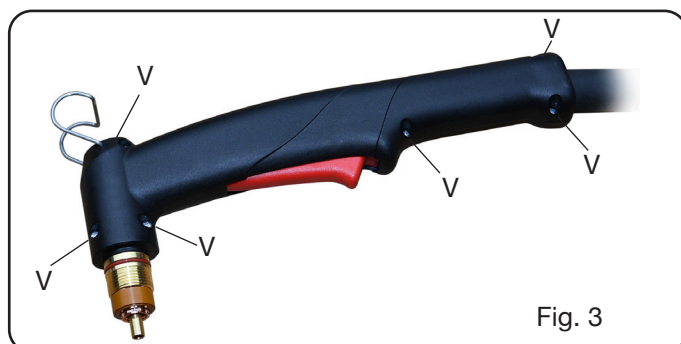
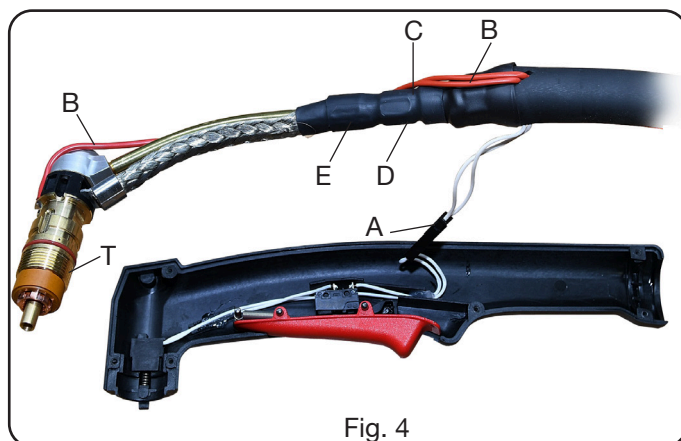
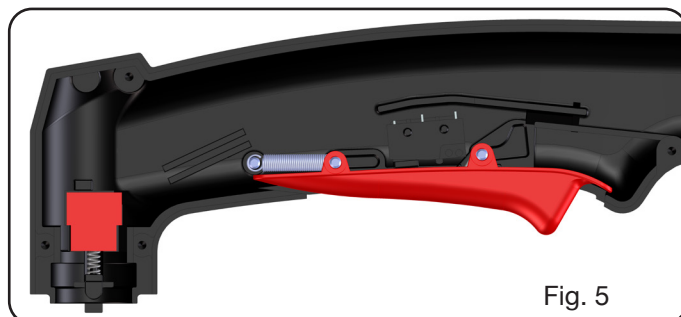

Fig. 3
Fig. 4
Fig. 5
- Desenroscar los 6 tornillos **V** de Fig. 3 y quitar el mango izquierdo
- Con referencia a la Fig. 4, elevar el cuerpo soplete **T** con cable y desacoplar la conexión **A** (pulsador) y la conexión **B** (arco piloto) prestando atención a que los componentes del grupo pulsador (véase Fig. 5) permanezcan en la posición original.
- Con referencia a la Fig. 4, elevar el cuerpo soplete con cable y desacoplar la conexión **A** (pulsador).
- Desenroscar los 6 tornillos **V** de Fig. 3 y quitar el mango izquierdo. Con referencia a la Fig.4, levantar el cuerpo soplete con cable y desconectar la conexión **A** (pulsador) y la conexión **B** (arco piloto).